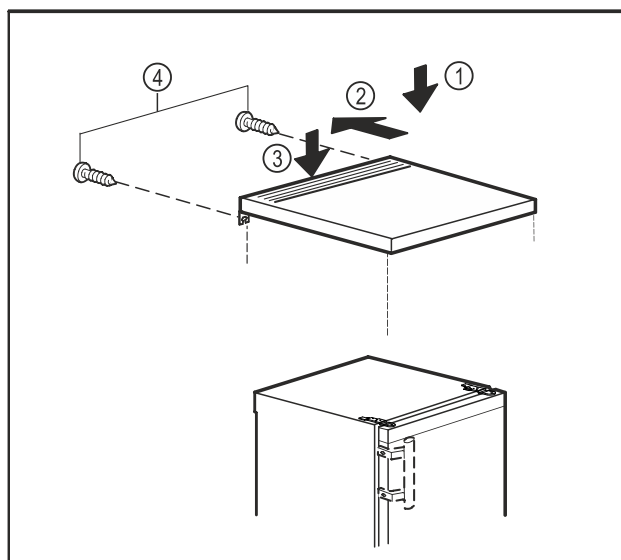

*Fig. 18*
- ▶ Apretar el tornillo central del soporte del cojinete *Fig. 18 (1)* con un destornillador Torx 20.
- ▶ Apretar el tornillo interior del soporte del cojinete *Fig. 18 (2)* con un destornillador Torx 20.